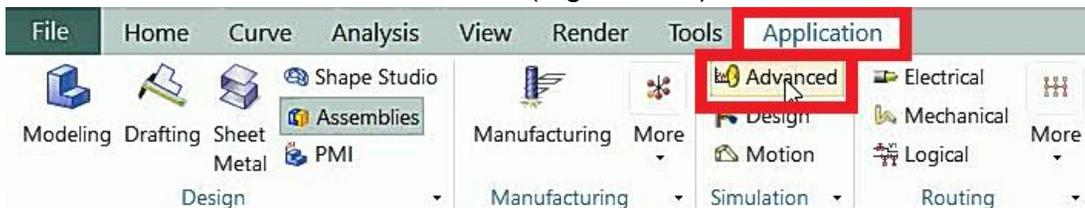

Figura 5.19 Pestaña **Application**, función **Advanced**.
- En la **ribbon bar**, seleccionar la pestaña de **Application** y en la sección de **Simulation** dar click en **Advanced** (Figura 5.19).